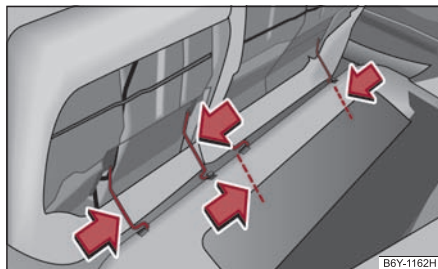

Fig. 71 Scoaterea scaunelor
- Apăsăți mânerul de sârmă în sensul săgeții ⇒ fig. 71 și scoateți scaunul din suport.